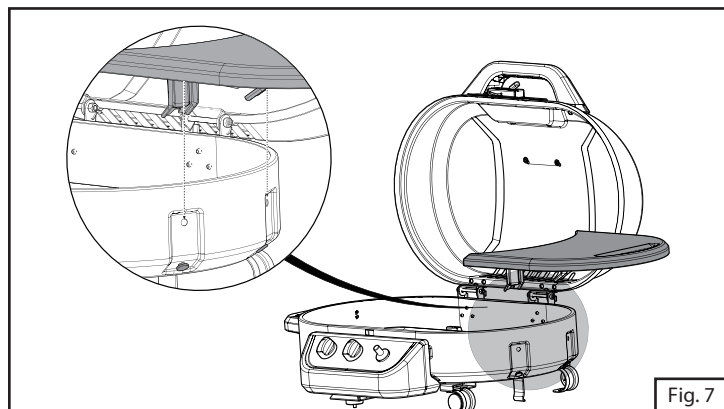

Fig. 7
5. Aligner la table latérale et la glisser sur les tiges de support pré-montées se trouvant du côté droit du grill. (Fig. 7)